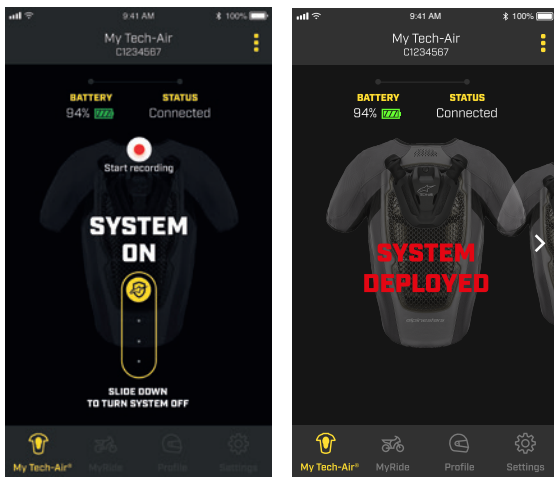

Abbildung 12
Während der „System On“ Modus aktiv ist, kann der Benutzer aus Sicherheitsgründen nicht auf die meisten Funktionen der App zugreifen. Für den Fall, dass das System vom Benutzer deaktiviert werden muss, z.B. während einer schweren Geländefahrt, kann das System mit dem Schieberegler-Symbol in der App ausgeschaltet werden (wie in Abbildung 12 dargestellt). Zur erneuten Aktivierung öffnen und schließen Sie die Frontklappe (2).
Die App informiert den Nutzer, wenn nur noch eine Entfaltung vor dem vorgeschriebenen Vollservice verbleibt. Im Falle einer Entfaltung wird die App den entsprechenden Status anzeigen, wie in Abbildung 12 dargestellt.